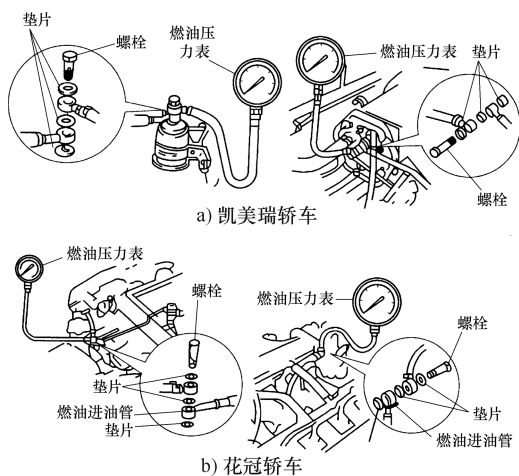

图 1-171 燃油压力表的连接
- 2) 安装汽车专用燃油压力表。拆下蓄电池负极接地线，安装汽车专用燃油压力表（量程为 1MPa），**压力表一般安装于汽油滤清器的出油口或燃油分配管的进油口处**，带测压口的车辆可将燃油压力表连接至测压口处。重新装复蓄电池负极接地线、电动燃油泵继电器和电动燃油泵导线插头，如图 1-171 所示。